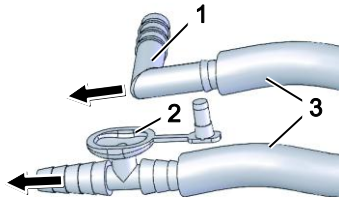

Abb. 19
6. Schlauchstecker (Abb. 19/1) und Fingertip (Abb. 19/2) vom Saugschlauch (Abb. 19/3) abziehen.